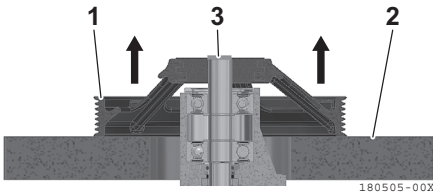

Figura 17
1. Coloque la polea (**Figura 17, (1)**) sobre un soporte (**Figura 17, (2)**) que sostenga toda la circunferencia de la polea.
2. Retire la polea mientras presiona el extremo del eje (**Figura 17, (3)**).